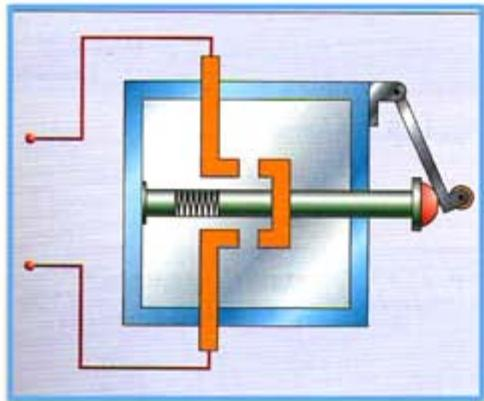

Fig. 11.11. Final de carrera mecánico de palanca.
- Final de carrera de palanca (Fig. 11.11).